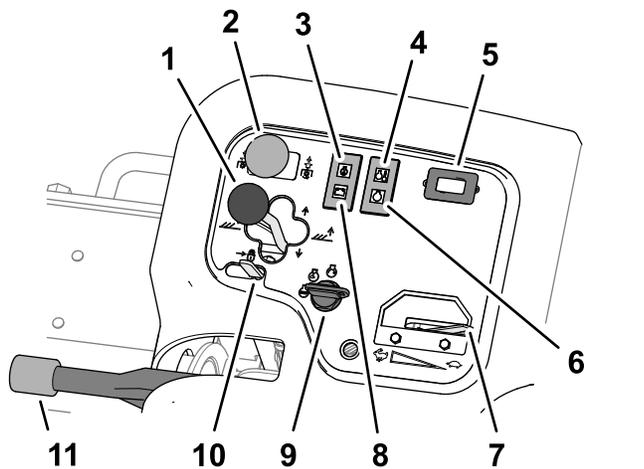

図 43
- ・ カuttingユニットを地表面まで降下させるには、シフトレバーを前に倒して降下位置にします図 43。
カuttingユニット回転スイッチ図 43には回転と停止の2つの位置があります。バルブバンクの電磁弁を操作してリールを回転させるスイッチです。
エンジンオイルの圧力が異常に低下するとこの警告灯図 43が点灯します。
エンジンの冷却水の温度が異常に高くなると温度警告灯図 43が点灯します。この温度になると、カuttingユニットの動作を停止させます。冷却液の温度がさらに 5.5°C 上昇すると、エンジンを保護するためにエンジンを停止します。
アワーメータ図 43は左側コントロールパネルにあって本機の稼働時間を積算表示します。このメータは始動スイッチを ON 位置にすると始動します。
グロープラグインジケータランプ図 43は、グロープラグに通電中に点灯します。
スロットル 図 43 を前に倒すとエンジン回転速度が速くなり、後ろに引くと遅くなります。
オルタネータランプ 図 43 はエンジンが作動を開始すると消灯します。エンジン作動中なのにオルタネータランプが点灯する場合は、充電システムを点検し、修理を行ってください。
始動スイッチ 図 43 はエンジンとライトを作動させます。スイッチには 3 つの位置があります
昇降レバーロック 図 43 を後方に倒すとカッティングユニットがロックされ、落下を防止します。
エンジンを停止させる時には、車体が不意に動き出さないよう、必ず駐車ブレーキ 図 43 を掛けてください。レバーを引き上げると駐車ブレーキが作動し、押し下げると解除されます。